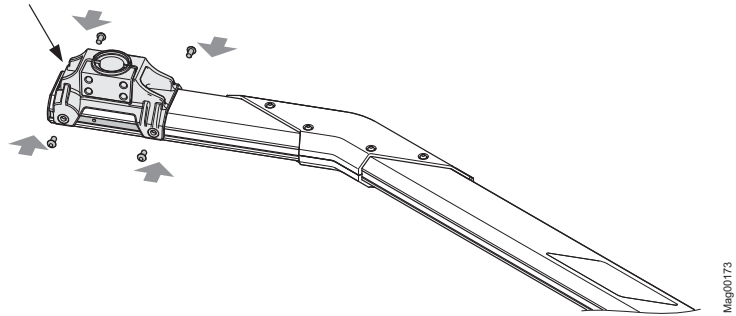

Fig. 29: Montere flens
17. Monter flensen på den andre siden av bommen. Vær oppmerksom på posisjonen til de to glideblokkene. Den kortere fortanningen til flensen må peke i retning av enden til bommen. → Se også side 71, Fig. 29.